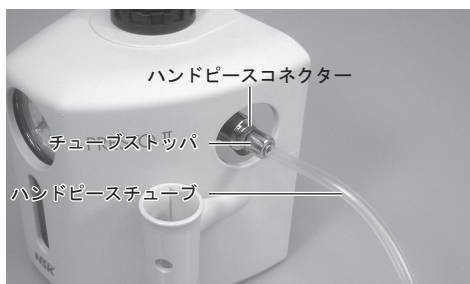

図3
(4) ハンドピースの取り付け
ユニット右側のハンドピースコネクター⑤に付いてるチューブストッパー⑥を緩めて外し、ハンドピースチューブ⑩に差し込みます。このときチューブストッパー⑥は外側(ユニット側)がねじになるように差し込んでください(図3)。